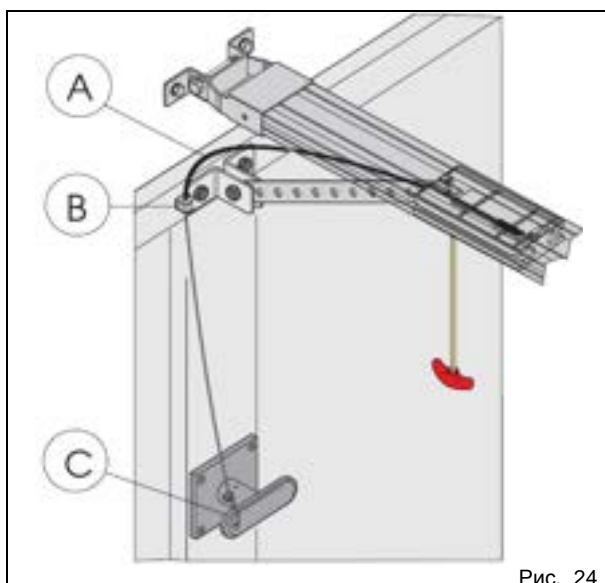

Рис. 24
- 1) Обрезать защитную трубку тросика до нужного размера (рис. 24, поз. А).
- 2) Протянуть тросик через защитную трубку и через ушко крепления (рис. 24, поз. В).
- 3) Конец тросика обрезать до нужной длины и привязать к рычагу отпирющего устройства с внутренней стороны ворот (рис. 24, поз. С).